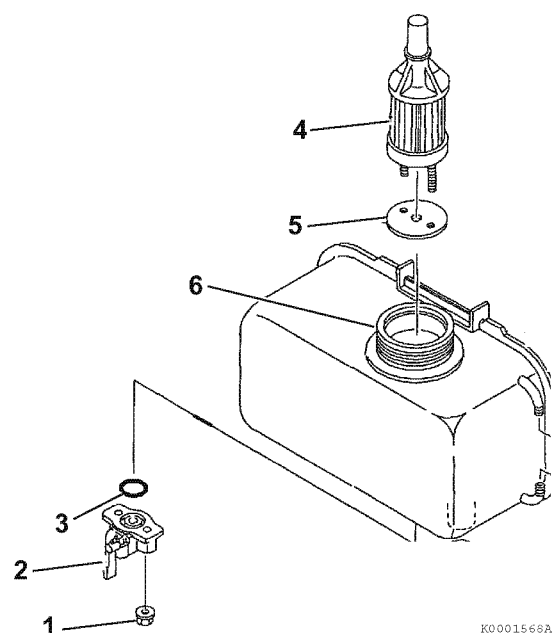

Abbildung 11
4. Muttern des Kraftstoffhahns (1, **Abbildung 11**) auf jeder Seite des Kraftstoffhahns (2, **Abbildung 11**) lösen.
5. O-Ring (3, **Abbildung 11**) abnehmen und entsorgen.
6. Auslasskraftstofffilter (4, **Abbildung 11**) und Dichtung (5, **Abbildung 11**) aus dem Kraftstoffeinfüllstutzen (6, **Abbildung 11**) ziehen.
7. Neuen Auslasskraftstofffilter (4, **Abbildung 11**) und neue Dichtung (5, **Abbildung 11**) durch den Kraftstoffeinfüllstutzen (6, **Abbildung 11**) installieren und in den Kraftstofftank einpassen.
8. Neuen O-Ring (3, **Abbildung 11**) im Kraftstoffhahn (2, **Abbildung 11**) einsetzen und den Bausatz mithilfe der Muttern für den Kraftstoffhahn (1, **Abbildung 11**) an Selbigem anbringen.